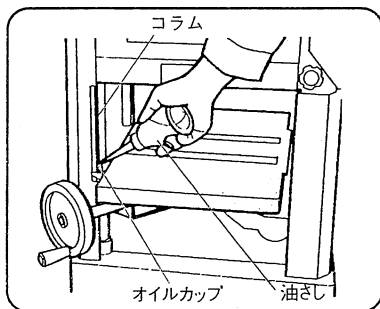

図 45
(1) コラムの摺動部(図45)、昇降ハンドルの軸受部や歯車かみあい部、テーブルローラ、フィードスクリューにときどき機械油を注油してください。
(2) チェーンは1か月に一度くらいサイドカバー(A)をはずし、ゆるみ側に注油してください。
(3) 手押テーブル面、自動テーブル面もさびが発生しやすいので、ご使用にならないときは機械油などを塗ってください。